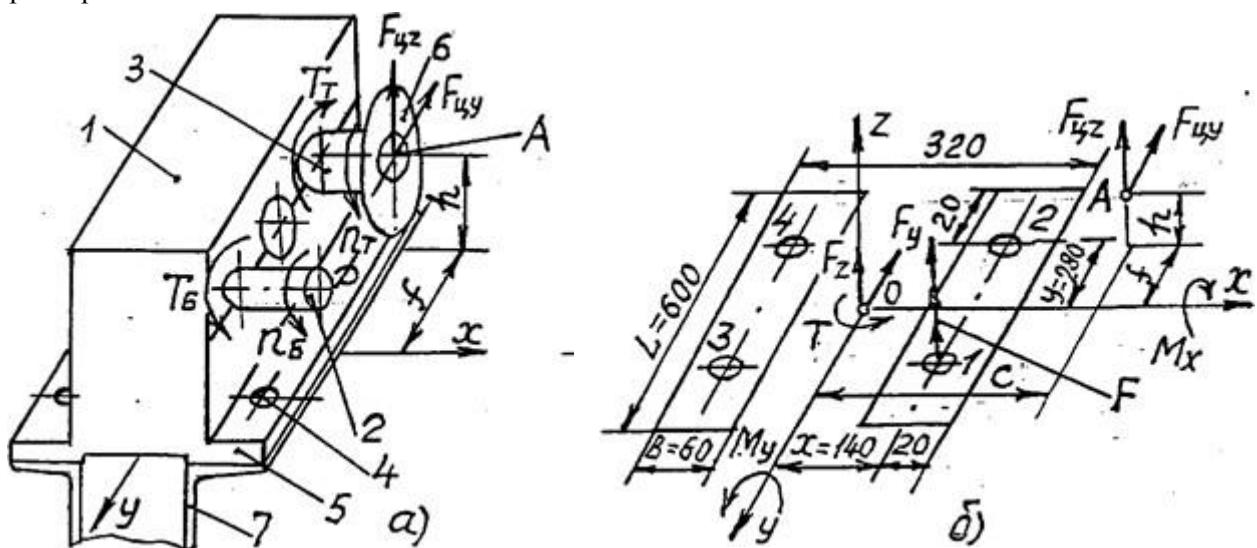

Рис.60
На рис.60 изображены схемы нагружения (а) истыка (б) редуктора Ц2.
Лапы 5 редуктора привинчены к раме 7 четырьмя болтами 4 с резьбой М16 – болты с уменьшенными головками “под ключ” по ГОСТ 7796-70 ($S = 22$ мм, $d_1 = 13,835$ мм). Размерыстыка (рис. 60, б) взяты с чертежа редуктора. Требуется обеспечить прочность болтов; массой редуктора пренебречь.
5. Наиболее нагруженный на отрыв болт – 1 (рис. 60, б) – векторы сил от F_z , M_x , M_y алгебраически складываются.
Суммарная осевая сила в зоне болта 1 (рис.60, б) по формуле: